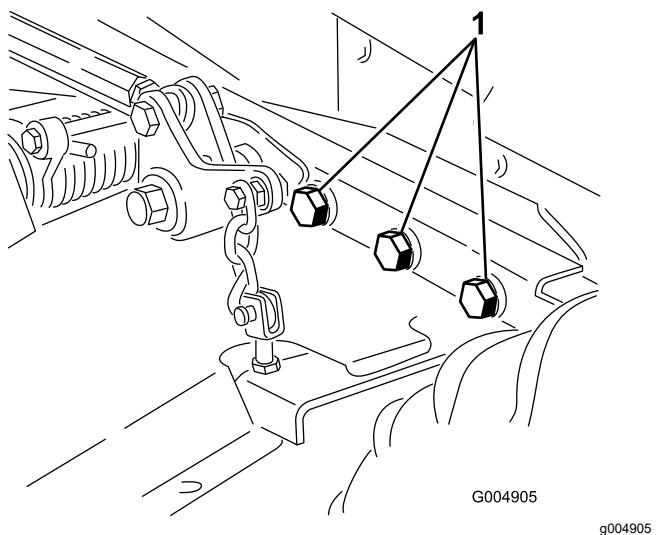

Figure 60
5. Vérifiez le serrage de toutes les fixations et resserrez-les au besoin. Serrez les 6 boulons qui fixent le cadre du tablier de coupe au groupe de déplacement (Figure 60) à 359 N·m (265 pi-lb).